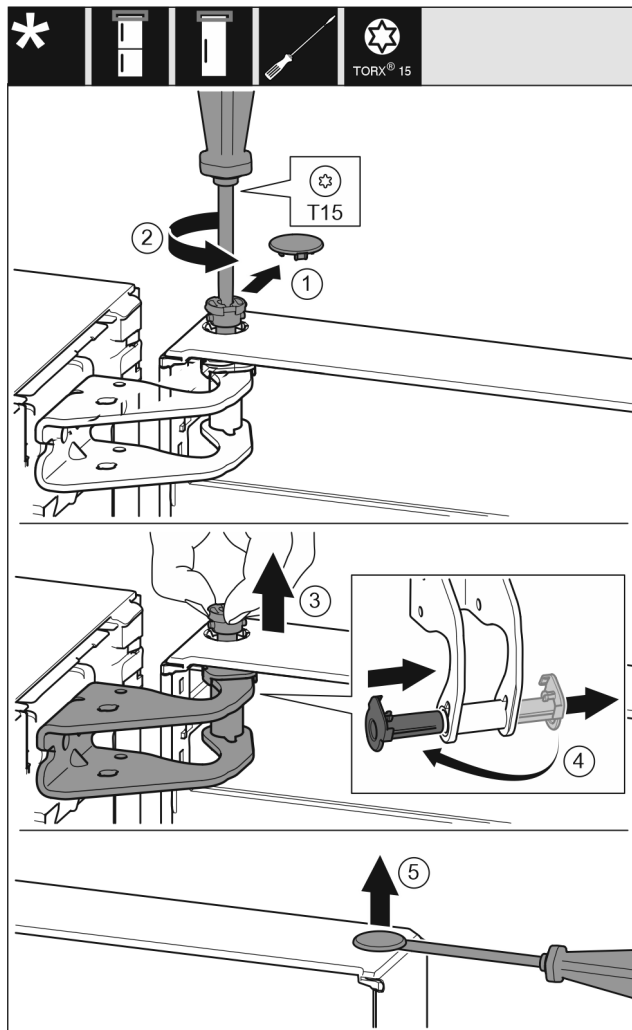

Fig. 9
- ▶ Desprindeți cu precauție apărătoarea siguranței. Fig. 9 (1)
- ▶ Extrageți puțin bolțul prin rotire cu șurubelnița T15. Fig. 9 (2)
- ▶ Țineți ferm ușa și extrageți bolțul cu degetele. Fig. 9 (3)
- ▶ Extrageți cuzinetul din ghidaj. Introduceți din partea opusă și fixați în poziție. Fig. 9 (4)
- ▶ Ridicați cu precauție dopul din cuzinetul ușii cu o șurubelniță plată și extrageți-l. Fig. 9 (5)